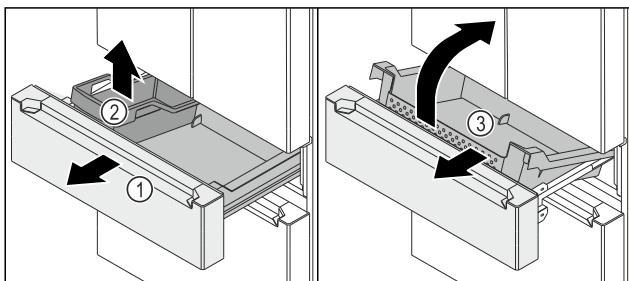

Fig. 150
- Auszugswagen Fig. 150 (1) bis zum Anschlag herausziehen.
- FlexBox Fig. 150 (2) entnehmen.
- Behälter Fig. 150 (3) vorne hochheben.
- Behälter Fig. 150 (3) schräg nach vorne entnehmen.